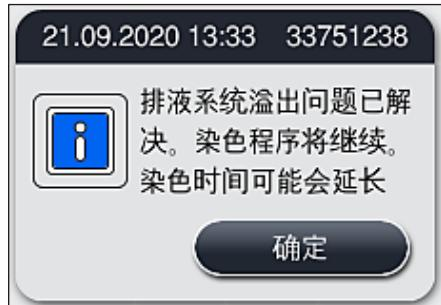

图 121
- ✓ 如果排水孔堵塞, 显示屏将显示另一条消息 (→ “图 121”), 通知用户染色过程可以继续执行。按下确定 (→ “图 121”) 继续。
1. 如果尝试其他清洁方式成功，可以解决堵塞，水位降至临界液面以下。显示屏上的消息（→“图 121”）通知用户，染色程序可以继续执行。按下确定（→“图 121”）继续。显示程序的可启动性，过程中的程序自动继续运行。